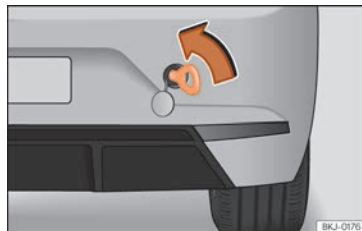

Fig. 102 Paraurti posteriore destro: occhiello di traino avvitato.
- Avvitare l'occhio di traino fino in fondo alla filettatura » fig. 102 e serrarlo aiutandosi con la chiave della ruota.